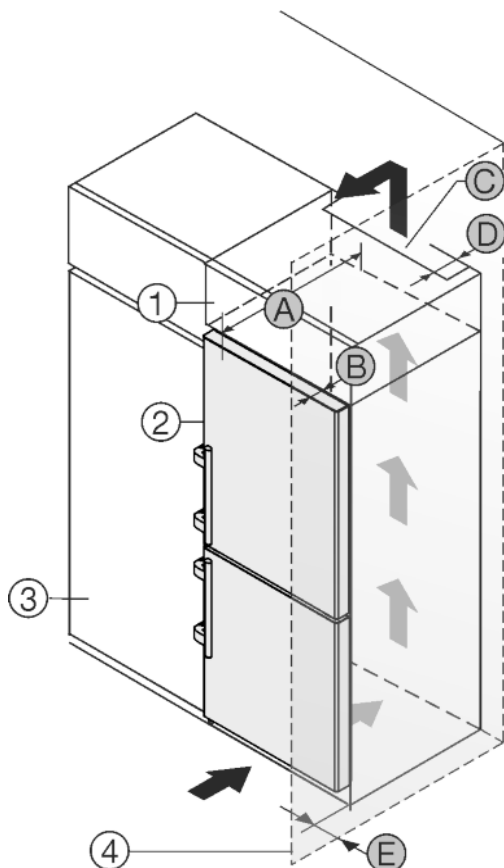

Fig. 27
Spotřebič lze zabudovat do kuchyňských skříní. K vyrovnání spotřebiče Fig. 27 (2) na výšku kuchyňské linky lze na přístroj nasadit nástavec Fig. 27 (1).
Spotřebič lze instalovat přímo vedle kuchyňské skřínky Fig. 27 (3). Aby bylo možné dvířka plně otevřít, musí spotřebič přesahovat o hloubku Fig. 27 (B) vůči přední linii kuchyňské skřínky. V závislosti na hloubce kuchyňských linek a použití vymezovačů odstupů od stěny může spotřebič vyčnívat dále.
- Na zadní straně skřínky nástavce musí být větrací šachta hluboká alespoň hloubku Fig. 27 (D)mm přes celou šířku nástavce skřínky.
- Pod stropem místnosti musí být dodržen ventilační průřez Fig. 27 (C).
Pokud je spotřebič se závěsy instalován vedle stěny Fig. 27 (4), musí být dodržena vzdálenost Fig. 27 (E) mezi spotřebičem a stěnou. To odpovídá přesahu madla při otevřených dveřích.